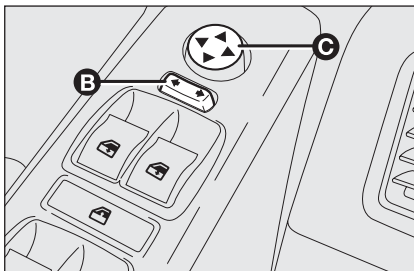

fig. 58
- ☐ par l'intermédiaire du sélecteur **B**-fig. 58 sélectionner le rétroviseur (gauche ou droit) sur lequel effectuer le réglage;